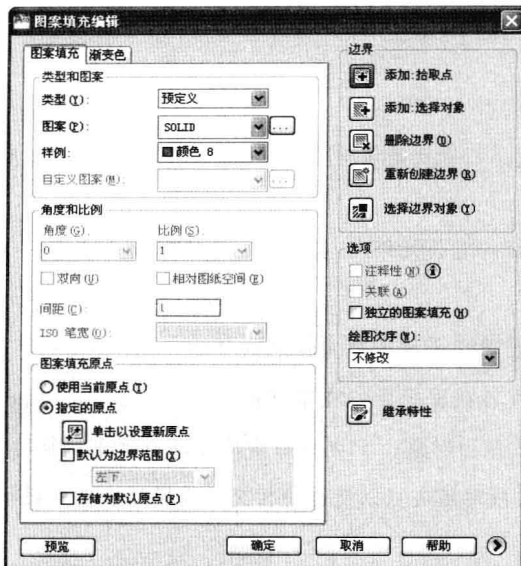

图 9-3-7
(7) 双击实体填充图案，打开“图案填充编辑”对话框，如图 9-3-7 所示。